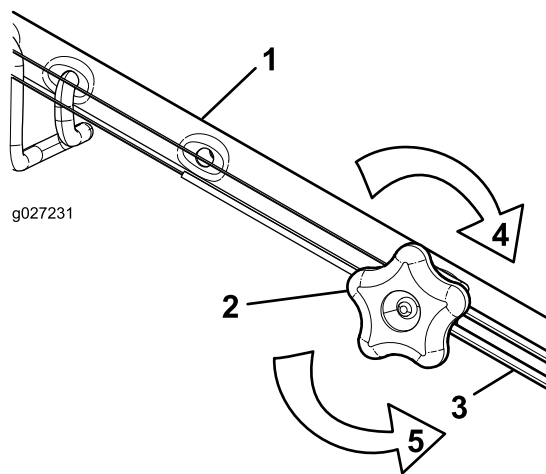

Figura 38
1. Girate la manopola di regolazione in senso antiorario per allentare la regolazione del cavo (Figura 38).
- Regolate la tensione del cavo (Figura 38) tirandolo indietro o spingendolo in avanti e poi mantenendo quella posizione.